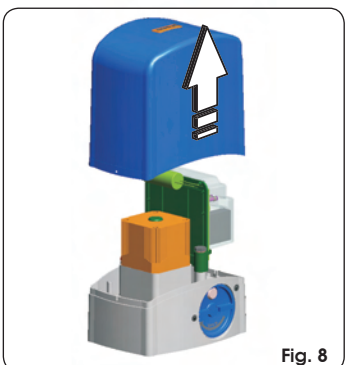

Fig. 8
- ① Verwijder de beschermingskap door hem naar boven te trekken, Fig. 8.